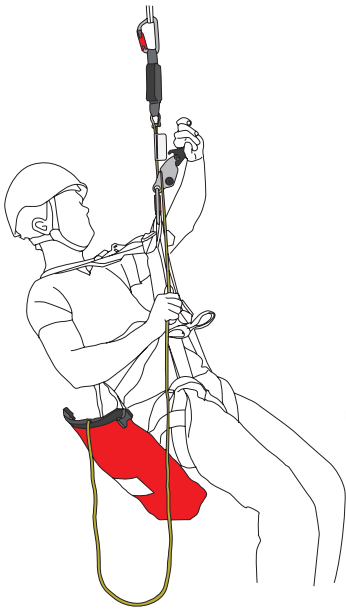

Fig. 2
3. Attaccare il discensore a un punto di attacco anteriore dell'imbracatura, fig. 2 (si consiglia il punto di attacco inferiore dell'imbracatura EN813), utilizzando il moschettoni. Assicurarsi che entrambi i moschettoni siano chiusi saldamente.